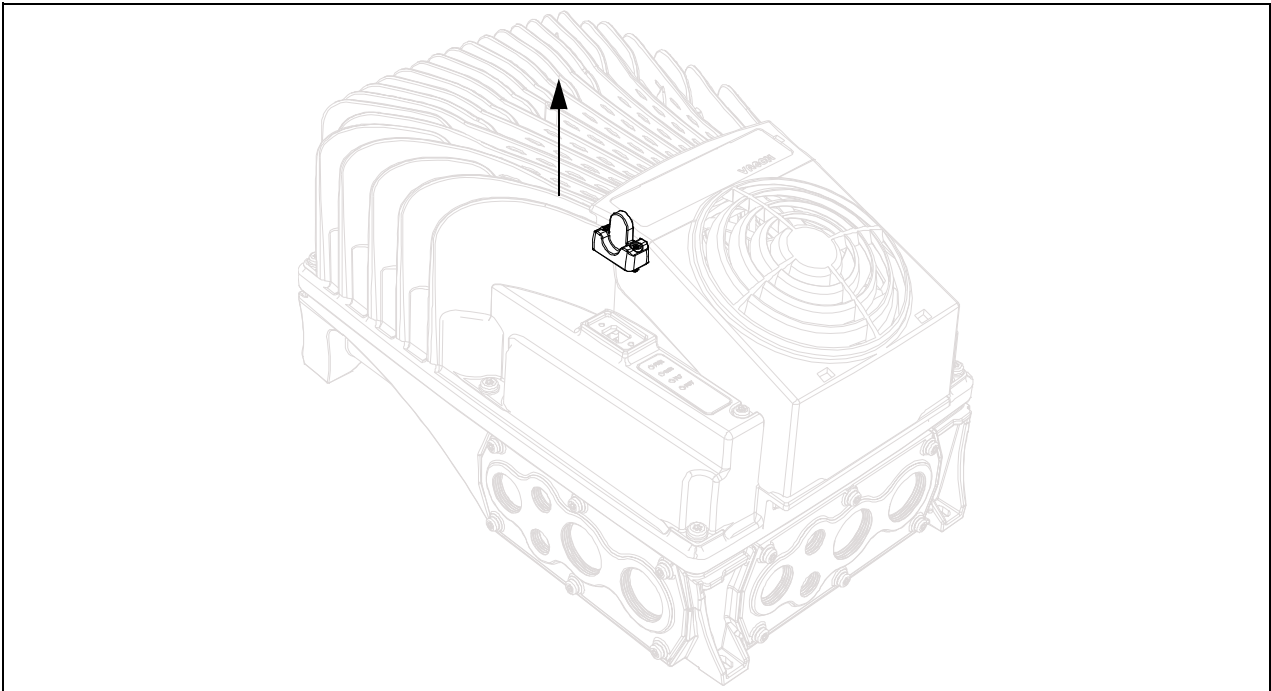

Abbildung 51. Trennung der HMI-Abdeckung vom Frequenzumrichter.
- Nehmen Sie die Abdeckung der Bedieneinheit (HMI, englisch für Mensch-Maschine-Schnittstelle) vom Frequenzumrichter, wie in Abbildung 51 gezeigt.